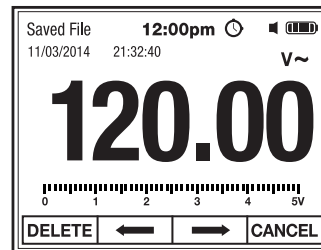

Fig. 19
4. Utilice los botones F2 ⇐ y F3 ⇒ (Fig. 19) para seleccionar otros archivos guardados como se muestra en el paso 2.
5. Pulse el botón de función F1 DELETE para borrar un Archivo Guardado (Fig. 19).
6. Pulse el botón de función F4 CANCEL para volver a Mediciones sin borrar (Fig. 19).